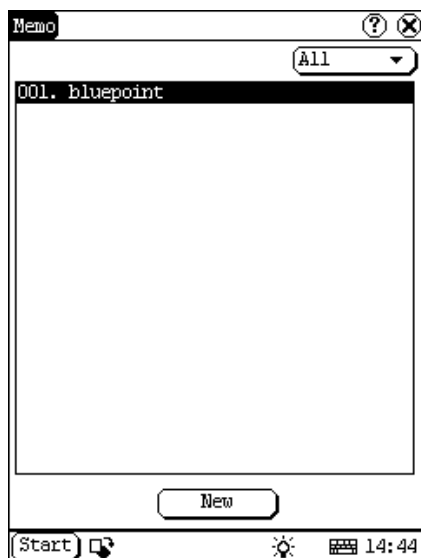

Abb. 4-16
- 1) In dem Popup-Menü von 'PIM' wählen Sie 'Memo', um das Memo-Interface zu öffnen. (Siehe Abb. 4-16)